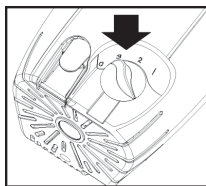

Figura 11
• Este ventilador possui um seletor com 03 velocidades. Para acionar o ventilador, gire o seletor iniciando da velocidade maior até o menor sentido horário (figura 11).